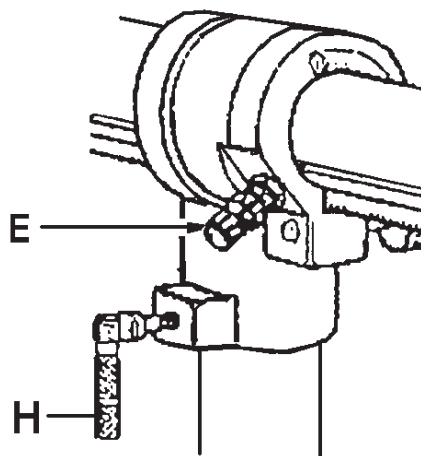

Рис. 5
- Сверлильная головка может быть повернута на 45° вправо (R) и на 90° влево (L).
- Для поворота на 90° вытащите фиксирующий штифт (Е, Рис. 5) и выверните его.
(H, Рис. 5).